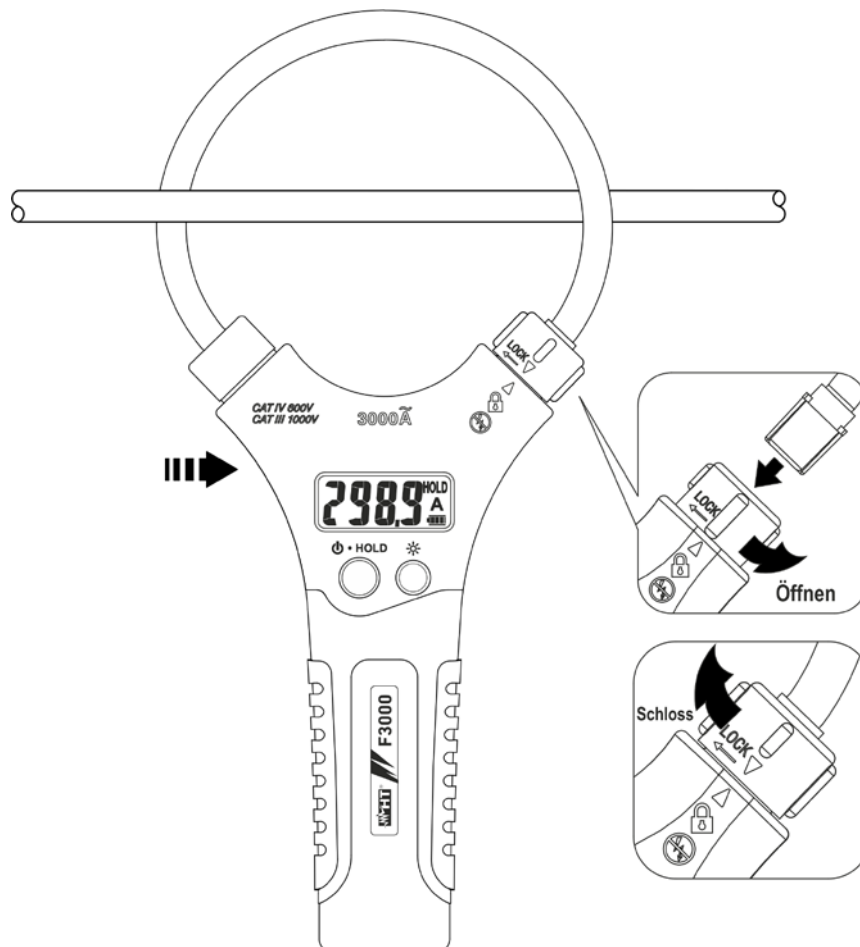

Abb. 2: Öffnen/Schliessen der flexiblen Wandlerschleufe
- Positionieren Sie den Leiter möglichst in die Mitte der Wandlerschleufe um die spezifizierte Genauigkeit einhalten zu können (siehe Abb.2)
- Legen Sie die Hand während der Messung unterhalb des LCD Displays wie in Abb. 2 gezeigt
1. Drehen Sie den Wandlerverschluss um ein Viertel gegen den Uhrzeigersinn, um den flexiblen Wandler zu öffnen (siehe Abb. 2)
3. Stecken Sie ein Ende des flexiblen Wandlers in den Wandlerverschluss und drehen Sie diesen ein Viertel im Uhrzeigersinn, um den flexiblen Wandler zu schliessen (siehe Abb. 2)
- Positionieren Sie den Leiter möglichst in die Mitte der Wandlerschleife um die spezifizierte Genauigkeit einhalten zu können (siehe Abb.2)